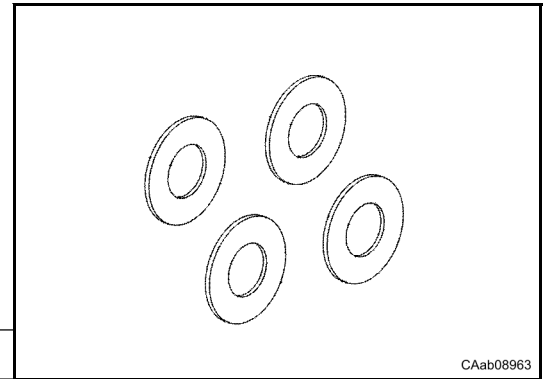

Fig. 8
- Per le registrazioni utilizzare gli appropriati spessori di registro, misurandoli singolarmente (Fig. 8).
- Use appropriate adjusting shims and measure each one separately (Fig. 8).